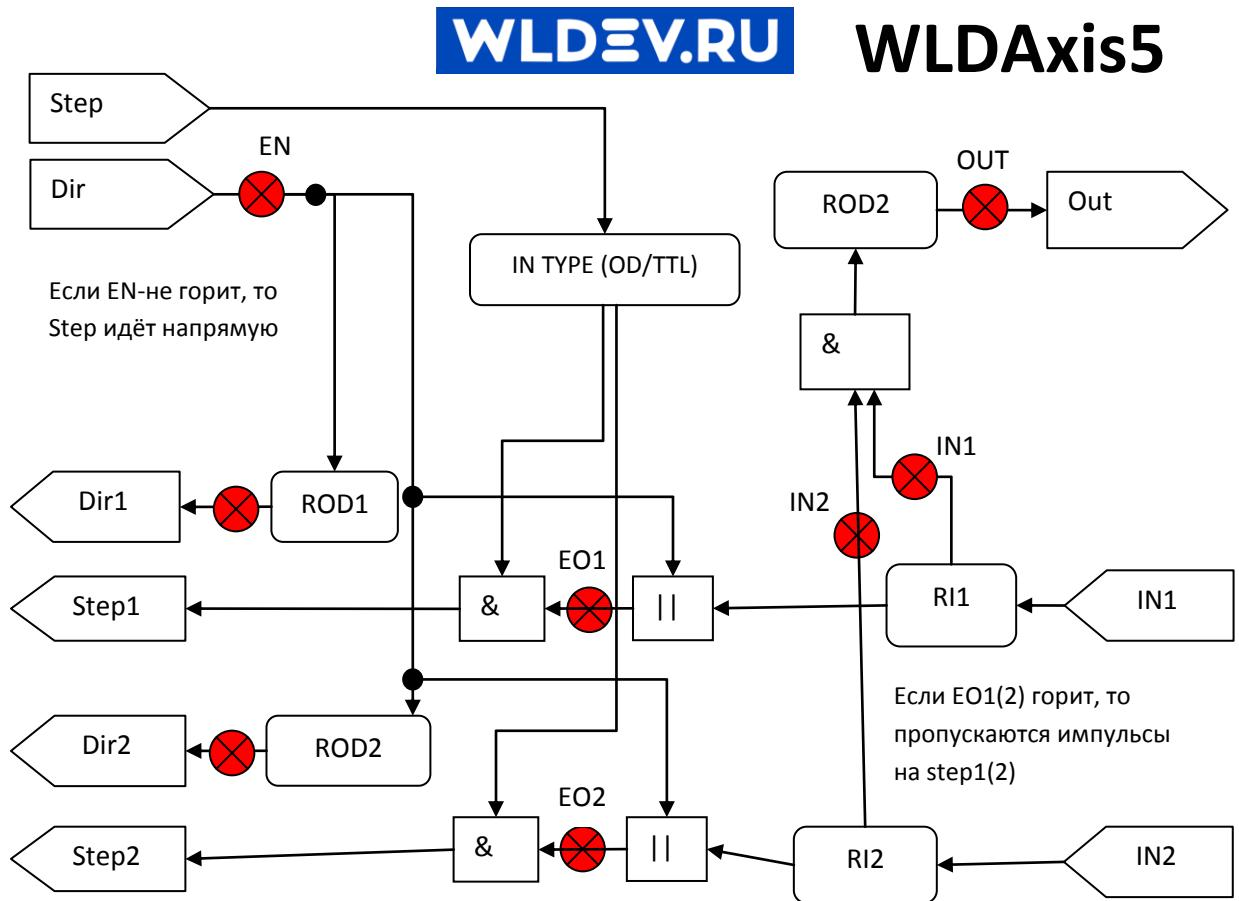

Рисунок 2
- Плата производит синхронизацию при движении в "активном" направлении ( $EN=1$ (горит) на Рис.2) которое определяется пользователем.